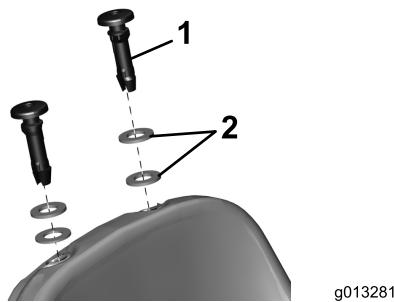

Bild 2
4. Setzen Sie zwei Gummischeiben in jede Büchse der Rückenlehnenverlängerung ein (Bild 2).